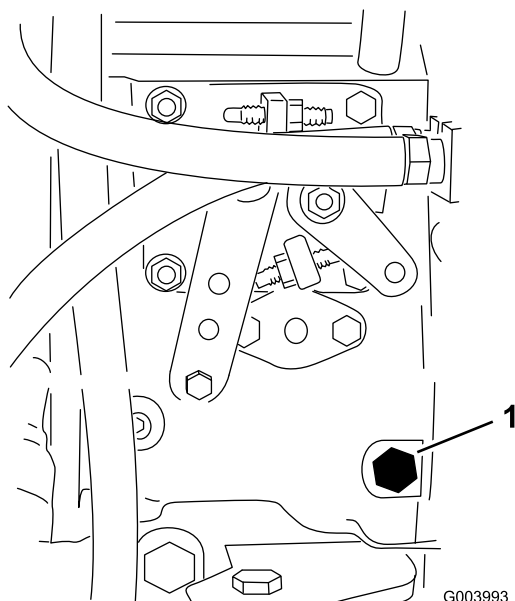

Figura 37
3. Desaperte o parafuso de drenagem que se encontra na bomba de injeção de combustível (Figura 37) com uma chave de 12 mm.